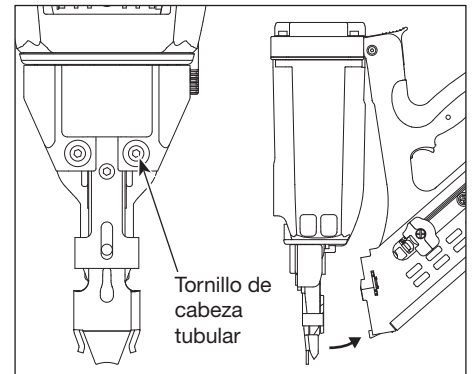

Figura 2
- Use una llave hexagonal de 4 mm para quitar el ensamblaje del cargador y del mango. Quite los dos tornillos de sombrerete de cabeza hueca de la boquilla (vea la Figura 2).
- Pivotee el ensamblaje del cargador y el mango en dirección opuesta al ensamblaje del motor (vea la Figura 2).